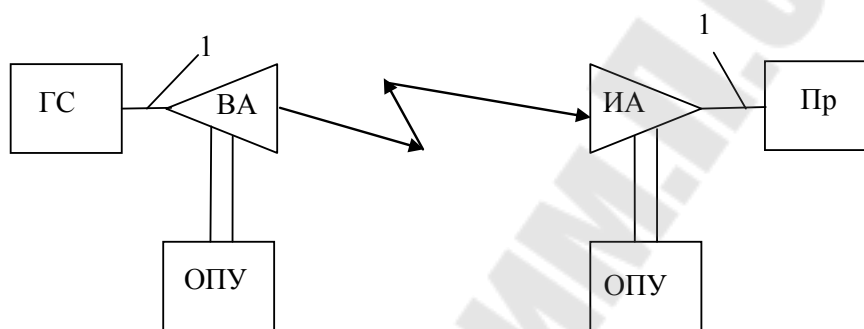

Рис. 4.3. Блок-схема измерения ДН симметричного вибратора
В работе исследуется симметричный электрический вибратор. Для измерения диаграммы направленности вибратор поворачивается в горизонтальной плоскости в пределах $0 - 360^\circ$. Блок схема измерения изображена на рис.4.3.
4. Собрать установку согласно рис. 4.3. Включить измерительные приборы и дать им прогреться.